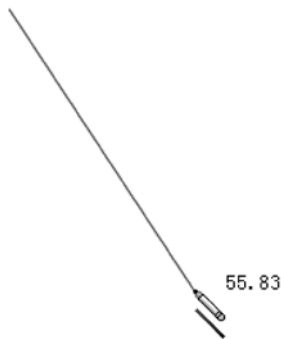

图 2-15 绘制任意直线
- 任意直线：在绘制直线过程中，笔型光标附近会出现任意直线图标符号 $\backslash$ ，如图 2-15 所示。